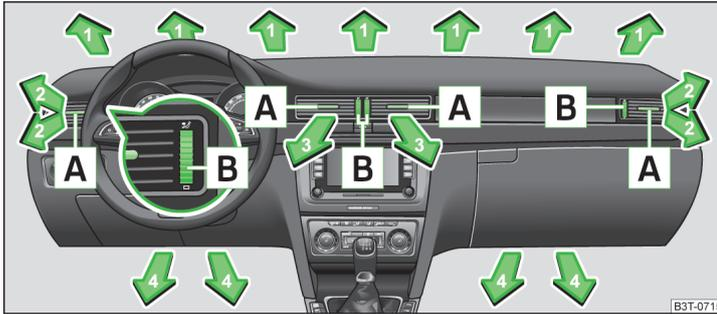
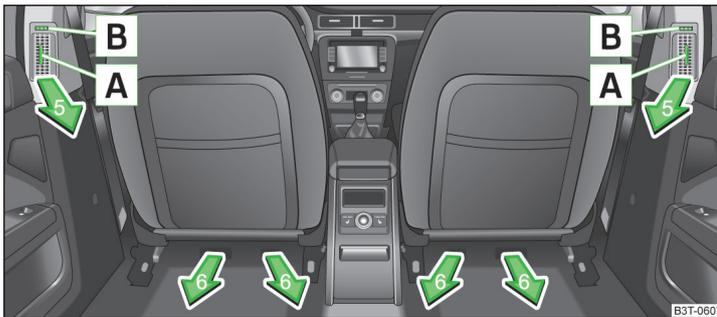

Abb. 122 Luftaustrittsdüsen vorn
Abb. 123 Luftaustrittsdüsen hinten
Bei den Luftaustrittsdüsen **2, 3** » Abb. 122 und **5** » Abb. 123 kann die Luftstromrichtung geändert und die Düsen können auch einzeln geschlossen und geöffnet werden.
- Die waagerechten Lamellen mithilfe des verschiebbaren Verstellelements **A** » Abb. 122 bzw. » Abb. 123 nach oben oder unten drehen, um die Höhe der Luftströmung einzustellen.
- Die senkrechten Lamellen mithilfe des verschiebbaren Verstellelements **A** » Abb. 122 bzw. » Abb. 123 nach links oder rechts drehen, um die seitliche Richtung der Luftströmung zu ändern.
- Den Drehregler **B** » Abb. 122 bzw. » Abb. 123 in die Stellung drehen, um die Luftaustrittsdüse vollständig zu öffnen.
- Den Drehregler **B** » Abb. 122 bzw. » Abb. 123 in die Stellung **0** drehen, um die Luftaustrittsdüse zu schließen.
Wir empfehlen Ihnen, die Luftaustrittsdüsen **3** » Abb. 122 auf Seite 113 in geöffneten Stellung zu belassen.